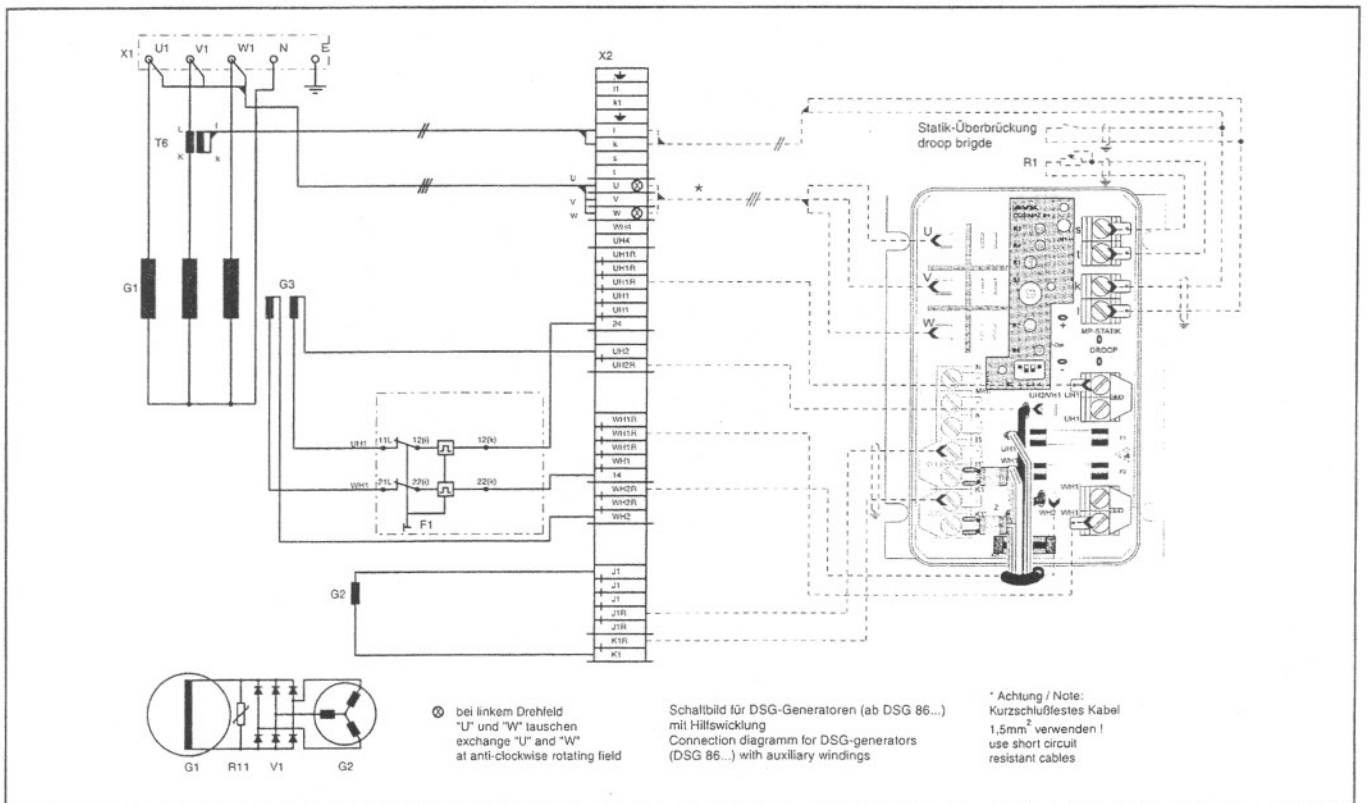

Рис.29– Внешний монтаж для генераторов DSG 86-125
**(Рис.29– Внешний монтаж для генераторов DSG 86-125)**